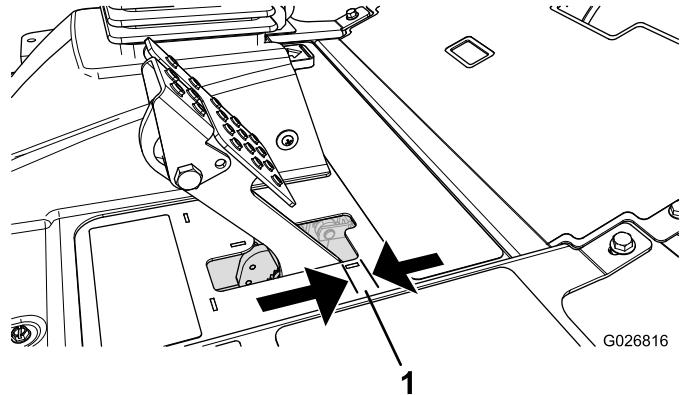

Bild 138
4. Betätigen Sie das Bremspedal leicht und messen Sie den Weg, den das Pedal ohne Widerstand zurücklegen kann (Bild 138).
Hinweis: Stellen Sie die Bremsen ein, wenn das Bremspedal mehr als 2,5 cm Spiel hat, oder wenn die Bremsen nicht mehr gut genug greifen (Bild 138).
6. Ziehen Sie die hinteren Muttern an, um den Bremszug nach hinten zu bewegen, bis das Bremspedal ein Spiel zwischen 6 mm bis 13 mm aufweist (Bild 138), bevor die Feststellbremse die Räder blockiert.